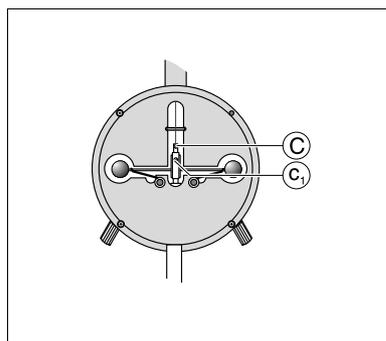
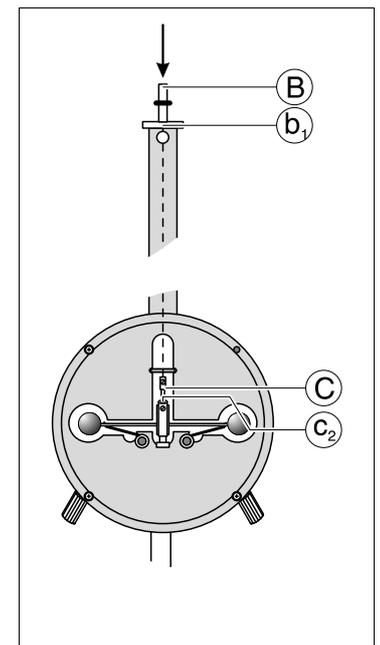

Fig. 8.7
Fig. 8.6
- Anordnung mit großer Vorsicht und ohne Wandberührung des sehr empfindlichen Torsionsbandes aus der Schutzhülle nehmen und in die Drehwaage fädeln, bis das Endstück (C) 1 mm bis 2 mm über der Bohrung (c2) hängt; sodann Bandhalter (B) durch Anziehen von Schraube (b1) fixieren (Fig. 8.6).
- Loosen screw x1 and remove screw x2 while holding band holder (B) tightly.
- Very carefully remove the arrangement from the protective cover and "thread" it into the torsion balance until the end piece (C) hangs 1 mm to 2 mm above the hole (c2). Make sure the very sensitive torsion band does not come into contact with the walls. Subsequently fix pendulum holder (B) by tightening screw ((b1) (Fig. 8.6).
- Wait until the torsion band has settled and, if necessary, use the levelling screws on the stand base to align the torsion band so that the end piece (C) hangs vertically above the hole.
- Beruhigung des Torsionsbandes abwarten und erforderlichenfalls Torsionsband über die Stellschrauben des Stativfußes so ausrichten, daß das Endstück (C) lotrecht über der Bohrung (c2) hängt.
- Bandhalter (B) erneut festhalten und bei gelöster Schraube (b1) um einige mm absenken, ohne ihn zu verdrehen, bis der abgedrehte Teil von Endstück (C) vollständig in die Bohrung (c1) gleitet; Bandhalter erst dann loslassen, wenn er durch festes Anziehen der Madenschraube (b1) (Fig. 8.7) sorgfältig fixiert ist; danach Endstück (C) mit Schraube (c1) befestigen.
- Loosen screw (b1). Hold the band holder (B) tightly and lower it a few mm - without twisting it - until the machined part of the end piece (C) has been completely guided into the hole (c1); do not release the band holder until it has been carefully fixed in place by tightening the grub screw (b1) (Fig. 8.7); finally fix the end piece (C) with screw (c1).